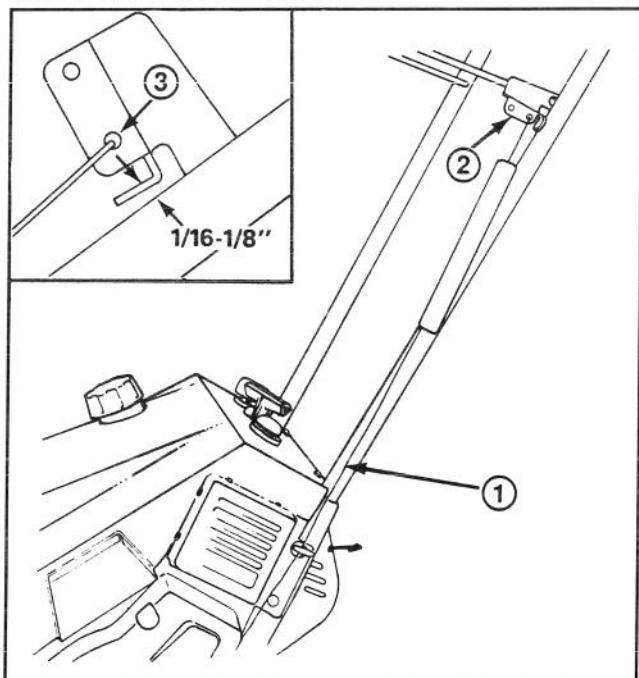

Figure 9
REGLAGE DE LA BARRE DE COMMANDE (Fig. 9 et 10)
2. VERIFICATION DU REGLAGE (Fig. 9)—Ramenez la barre de commande en arrière vers le mancheron jusqu'à ce que le câble soit de nouveau tendu. L'écartement entre le support de la barre de commande et le mancheron devrait être d'environ $1/16\text{-}1/8"$ (1,59 mm - 3,18 mm). Si le câble est trop lâche ou trop serré, procédez à l'étape 3 pour la procédure de réglage.